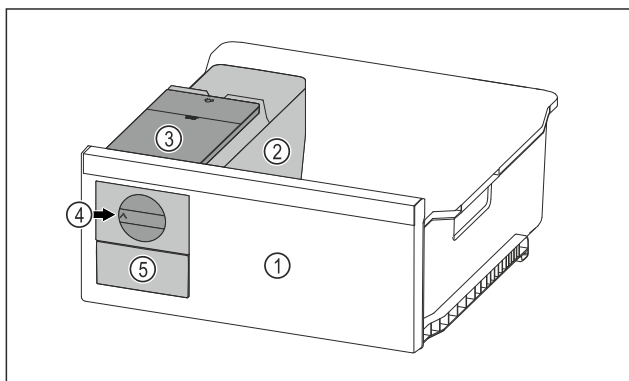

Fig. 102 Représentation à titre d'exemple
- Tourner le bouton rotatif Fig. 102 (4) dans le sens horaire jusqu'à la butée.
- Les glaçons tombent du bac à glaçons dans le tiroir à glaçons Fig. 102 (5).